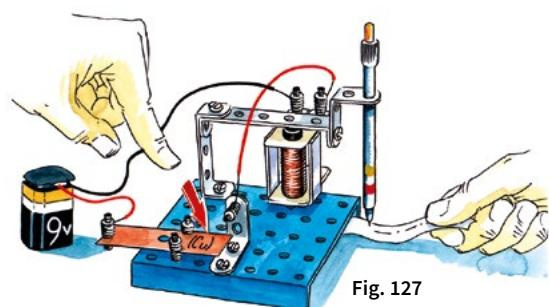

Fig. 127
Einen Elektromagneten bestehend aus Spule, Eisenkern und Kernmantel auf dem Kunststoffsockel befestigen. Als nächstes die Konstruktion (K) bauen und in der Nähe des Magneten aufstellen. Sie besteht aus einer 60 x 12 mm Schelle, die waagerecht an einer senkrechten Schelle angebracht ist. Rechts wird ein 25 x 25 mm Winkel angebracht, in dem ein dünner Bleistift steckt. Einen Schalter, der aus einer Kupferplatte, einem 25 x 25 mm Winkel und einer Sprungfeder besteht, an der Plastikplatte befestigen (siehe Bild 127). Schließt man diesen Telegraphen nun an die Batterie an und dann den Stromkreis, zieht der Elektromagnet diese Ankerkonstruktion an. Sobald der Stromkreis unterbrochen wird, geht der Anker wieder in die Ausgangsposition zurück. Beim richtigen Telegraphen schreibt der Bleistift Punkte und Striche auf einem unter ihm vorbeilaufenden Papierstreifen. Je nachdem, wie lange der Stromkreis jeweils geschlossen ist, entstehen diese Punkte und Striche, die das Morsealphabet darstellen (Versuch 85).